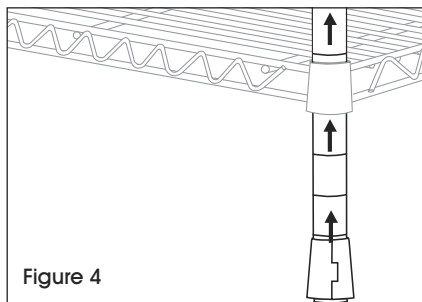

Figure 4
2. Insérez le montant par le dessous de la tablette jusqu'à ce que la tablette glisse fermement sur les supports. (Voir Figure 4)